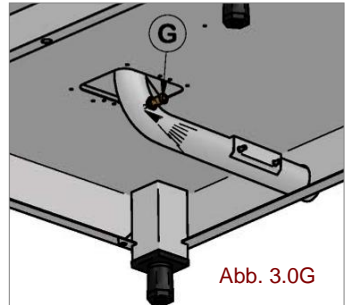

Abb. 3.0G
**3.0G Thermostatsystem für die Kondensation der Abflussdämpfe:** besteht aus einem Magnetventil, das von einem Thermostat mit Sensor am Abfluss gesteuert wird. Das Magnetventil führt über die Düse (G) dem Abflussrohr Kaltwasser zu, um den Dampf bei Erreichen einer Temperatur von 90°C zu kondensieren. (Abb.3.0G)